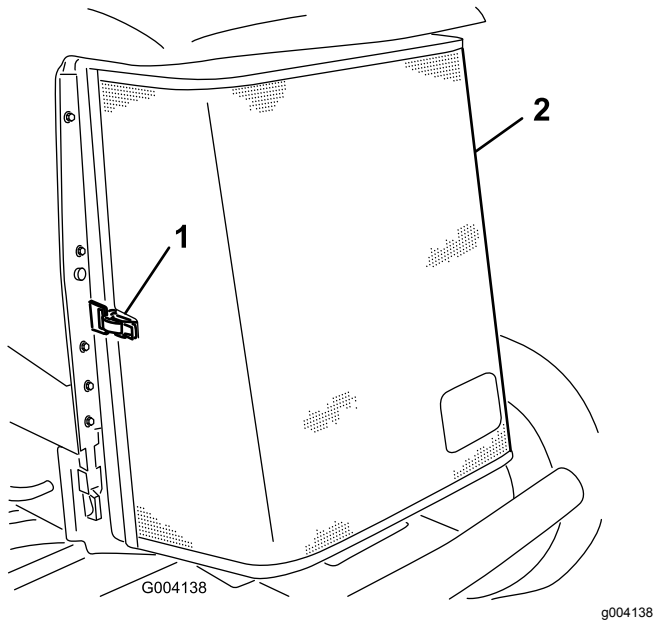

Bild 70
3. Entriegeln Sie den Riegel und drehen Sie das hintere Gitter auf (**Bild 70**).